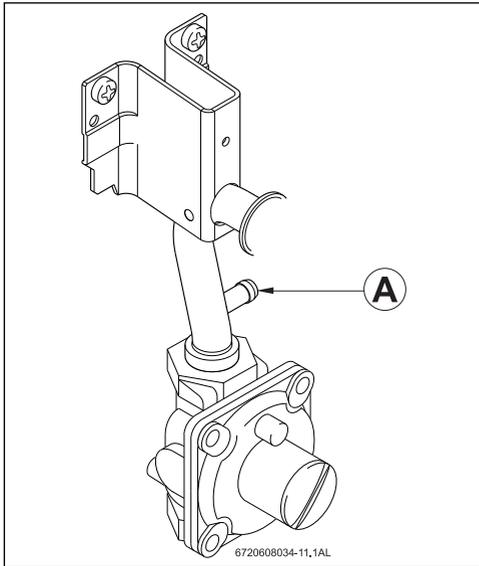

Fig. 14 Punto de medición de la presión de gas
La tubería de suministro de gas debe ser de un diámetro acorde con el código relevante para una generación máxima de 117,000 BTU por hora. Mida la longitud de la tubería de suministro de gas, y basándose en las tablas de la Fig. 14 o las tablas de tamaños del fabricante de tubería de gas, determine el diámetro necesario para dar acomodo a la demanda de generación de calor (BTU/hora) impuesta a la unidad. Si hay más aparatos de gas consumiendo gas de la misma tubería de suministro, instale ésta de un diámetro acorde con la demanda máxima de generación de calor (BTU/hora) de todos los aparatos.
- ▶ Retire la cubierta frontal y localice el punto de medición de la presión de gas en la entrada, en el lado derecho; vea la Fig. 14.